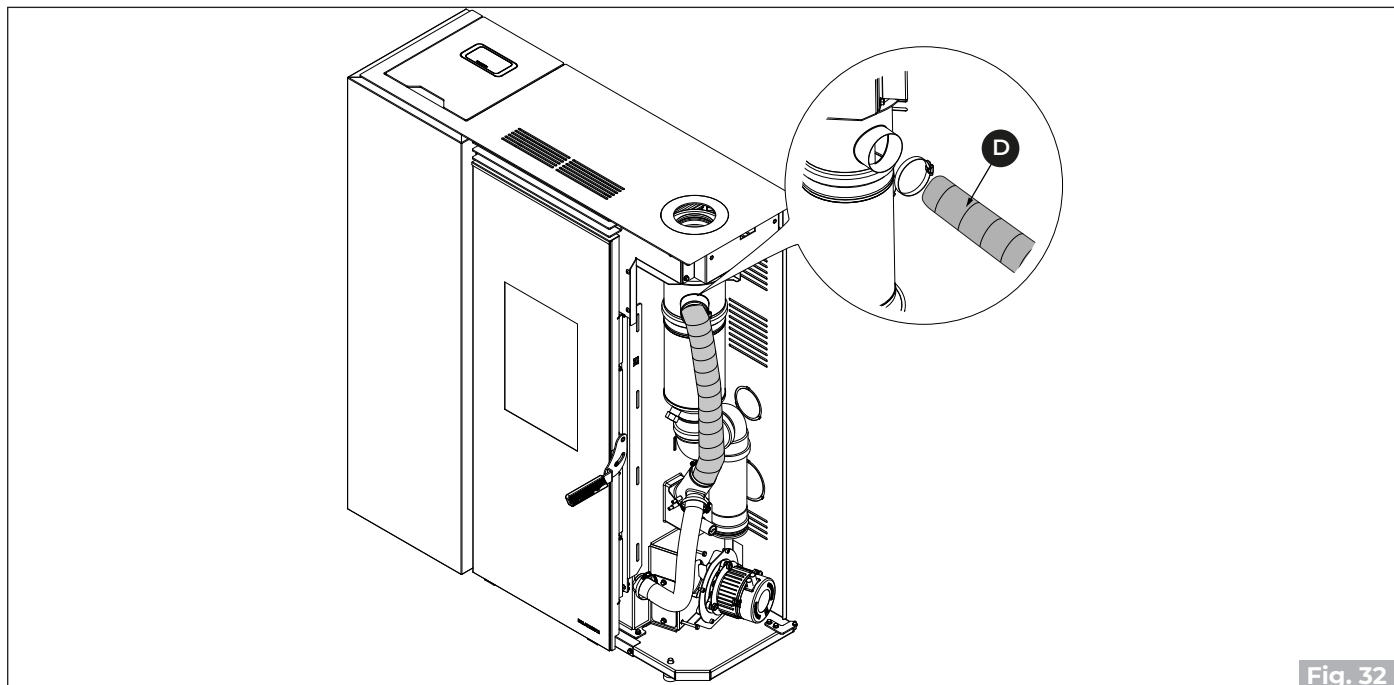

Fig. 32
- Odvojite crijevo za zrak za izgaranje **(D)** u gornjem dijelu ("Fig. 32").